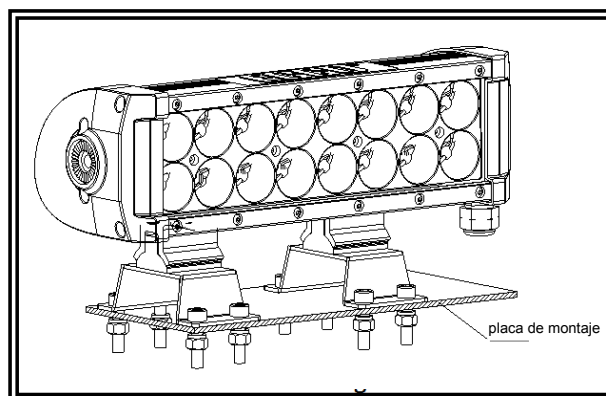

Figura 5
3. Coloque el bulón hexagonal a través del soporte y de la placa de montaje, luego coloque el mesón de resorte, luego ajuste la tuerca. Vea la figura 5.